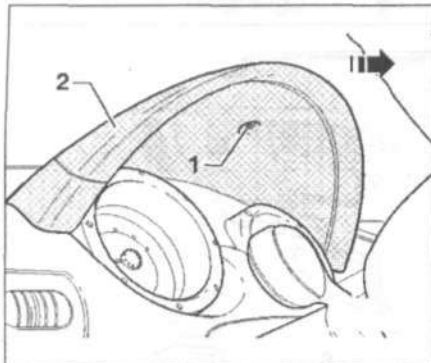

Рис. 12.29. Открутите винт **1** и отцепите козырек **2** щитка приборов в направлении **стрелки**.
1. Открутите винт **1** и отцепите козырек **2** щитка приборов в направлении **стрелки** (рис. 12.29).